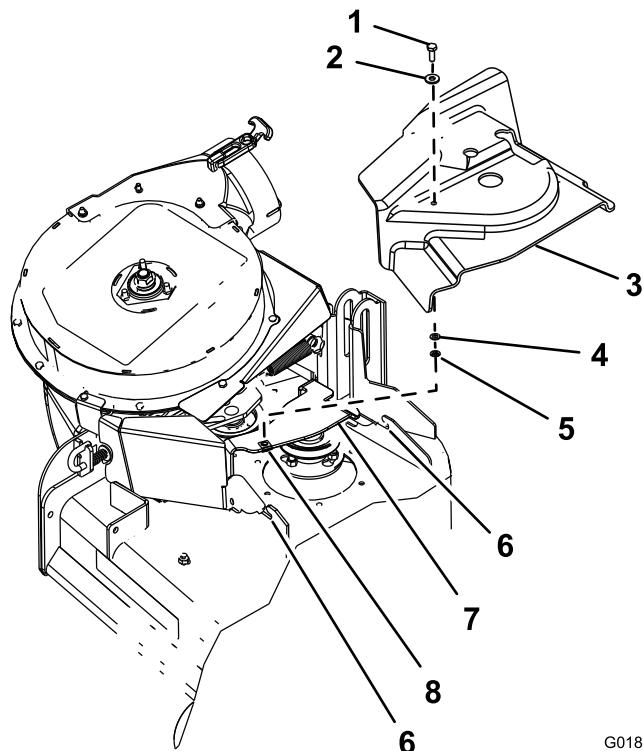

Figure 12
1. Placez la rondelle (5/16 x 3/4 po) sur le boulon à tête hexagonale (1/4 x 3/4 po), comme montré à la Figure 12.
2. Insérez le boulon et la rondelle dans le trou au sommet du couvercle de courroie, provenant du kit ventilateur et entraînement (Figure 12).
3. En passant par le bas du couvercle de courroie, placez la rondelle (1/4 x 1/2 po) et la bague de retenue sur les filets du boulon à tête hexagonale (Figure 12).
2. Alignez le couvercle de courroie sur les crans dans les brides du plateau (Figure 12).
4. Fixez le couvercle de courroie sur son support au moyen du boulon à tête hexagonale (Figure 12).